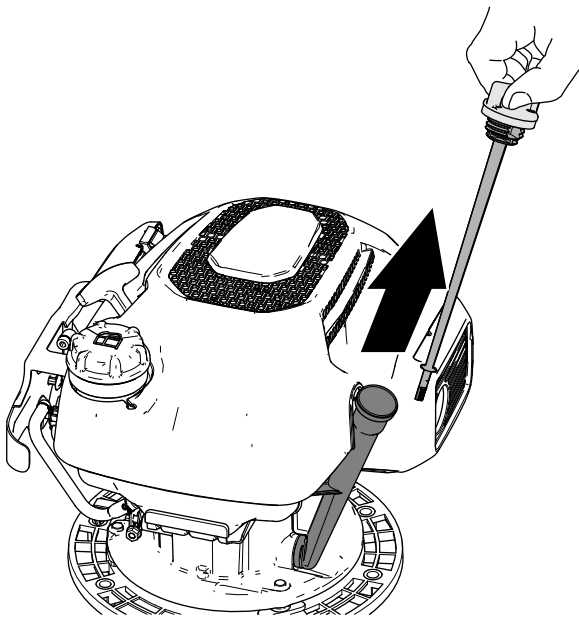

Figura 14
2. Îndepărtați joja de la gâtul de umplere cu ulei și tergeți-o cu o lavetă curată (Figura 14).